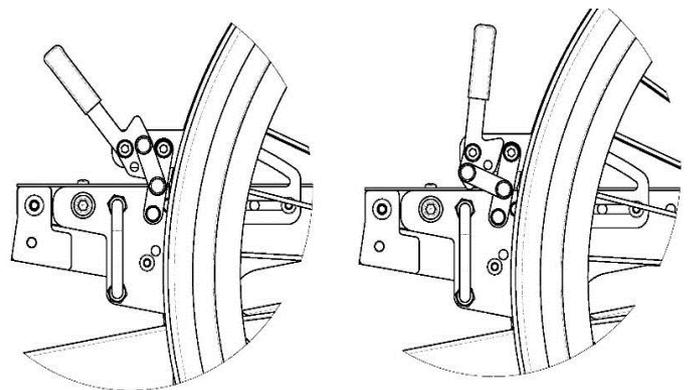

Abb. 15 Standard-Radbremse in verriegelter/entriegelter Position.
2. Um die Radbremse zu lösen (Abb. 15 rechts), ziehen Sie den Hebel in Richtung Rad, bis die Bremse gelöst ist.